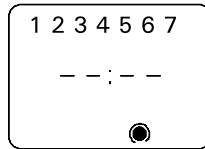

Рисунок 8.
- выберите с помощью кнопки ручного выбора необходимый режим. Темная точка внутри дуги означает, что каменка включится в запрограммированный момент. (Рис. 8)